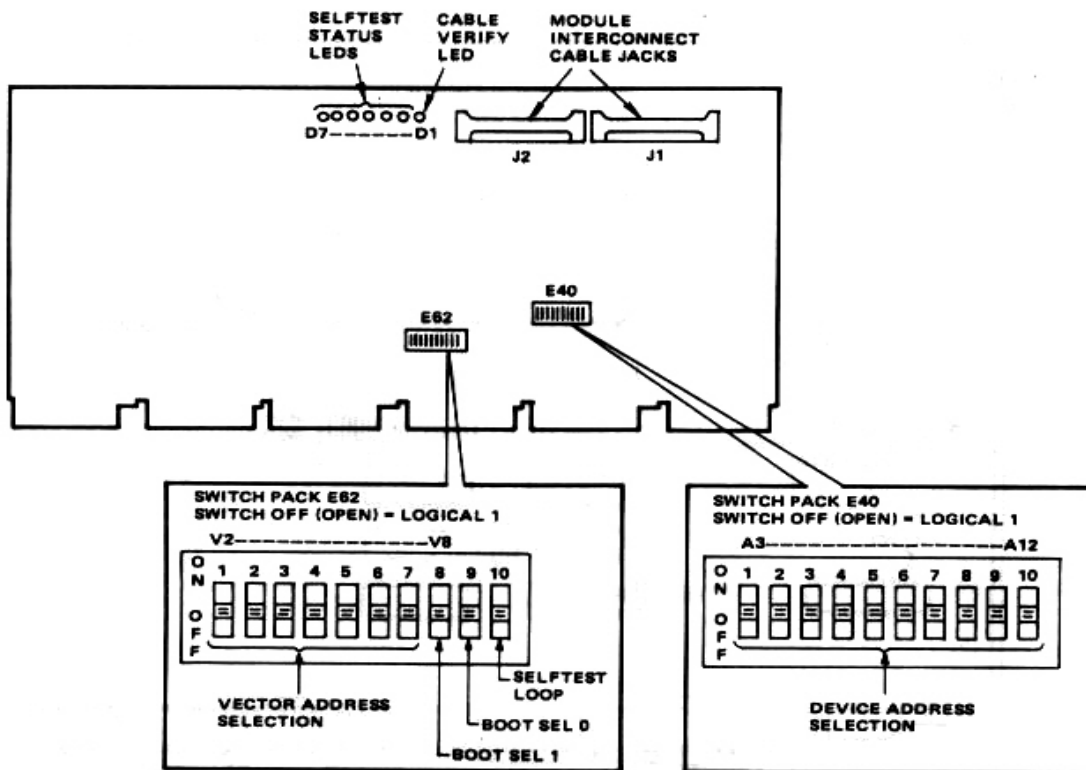

Figura 1-17 Disposición física del modulo del puerto M7792.
- Ajuste los switches en el modulo M7792 como sigue (refierase a la figura 1-17 para la el plano de la tarjeta) :